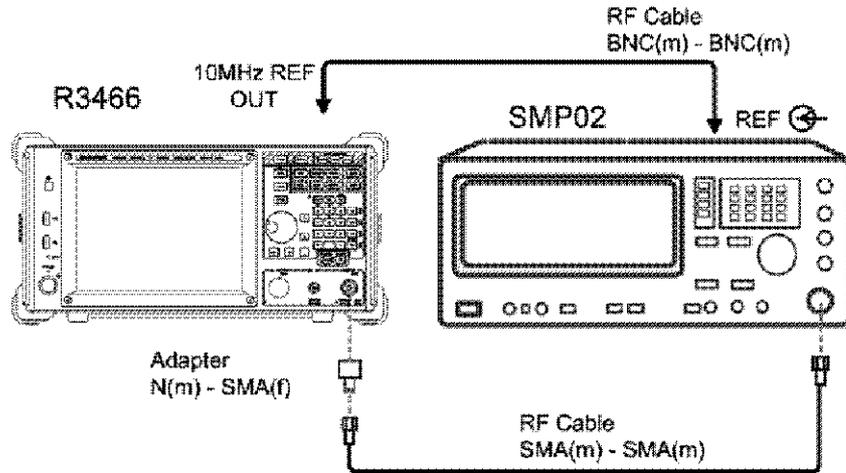

図 2-3 マーカ周波数カウンタ確度試験
1. 機器を図 2-3 のように接続します。R3466N の場合は、Adapter の後に 50 to 75  $\Omega$  変換器を使用して本器と接続します。